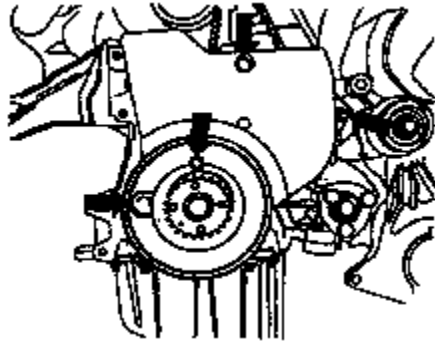

图 4-42 拆卸齿形皮带护罩
(4) 如图 4-42 所示, 拧下齿形皮带护罩 (上体) 的紧固螺栓 (图 4-42 所示箭头),